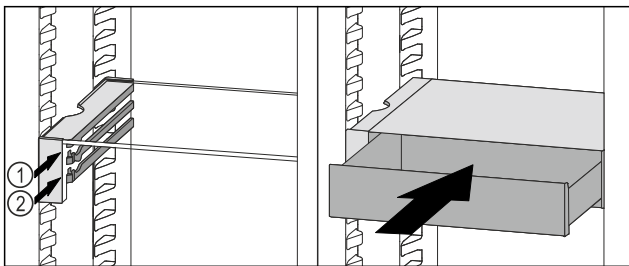

Fig. 126
- ▶ Установите выдвижной ящик VarioSafe за стопоры на требуемый выступ Fig. 126 (1) или Fig. 126 (2).